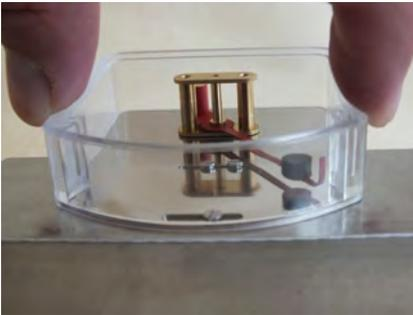

Abb. 60
- 13.** ▶ Kunststoffgehäuse auf die Anzeige-Bodenplatte aufsetzen und andrücken bis dieses einrastet (Abb. 60)